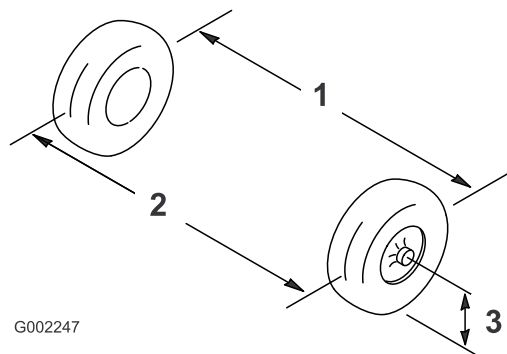

Figure 86
2. Mesurez la distance entre les roues avant à hauteur d'essieu, à l'avant et à l'arrière des roues (Figure 86).